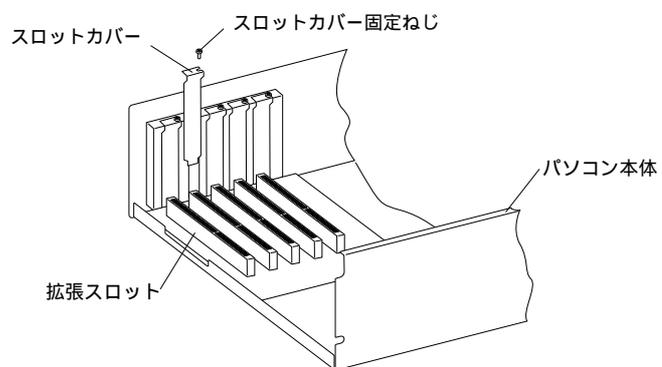

図3.2 スロットカバーを外す
(3) スロットカバーを固定しているねじを外し、スロットカバーを外して下さい (図 3.2)。